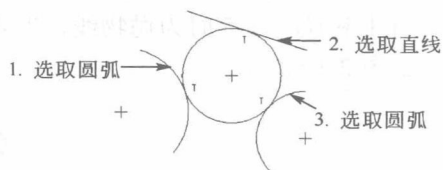

图 2-13 三相切圆的绘制
(4) **三相切圆的绘制** 点选按钮 , 鼠标左键分别选取三段圆弧或直线即可，绘制好的圆与选取的三段圆弧或直线同时相切，如图 2-13 所示。